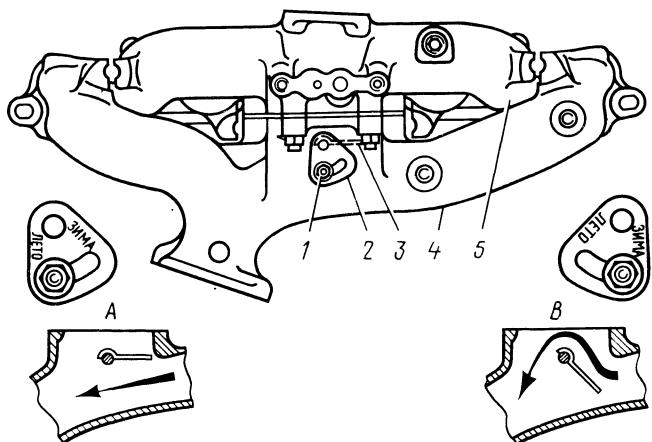

Рис. 35. Газопровод:
**Газопровод** (рис. 35) крепится семью шпильками к головке цилиндров. Средняя часть впускной трубы подогревается отработавшими газами, проходящими по выпускной трубе. Степень подогрева можно регулировать вручную при помощи поворачивающейся заслонки 3 в зависимости от сезона. При повороте сектора 2 в положение, при котором метка ЗИМА находится против стопорной шпильки, — подогрев смеси наибольший; при повороте в положение метки ЛЕТО — подогрев наименьший.